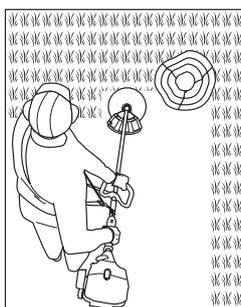

Fig. 15
2. Faites particulièrement attention lorsque vous travaillez à proximité de buissons ou d'arbres : la lame peut endommager les écorces tendres ainsi que les poteaux des barrières (fig. 15).